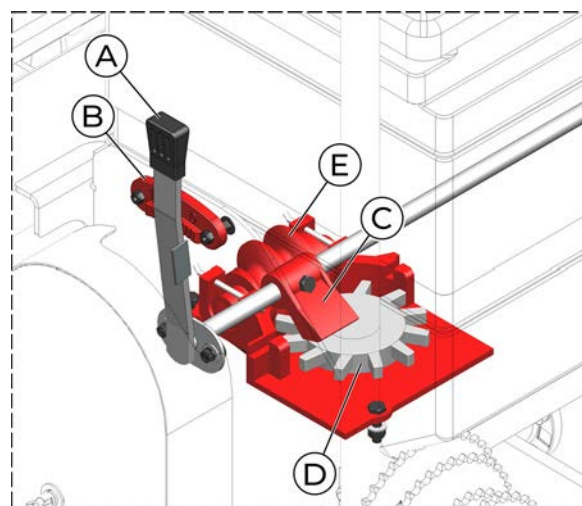

Fig. 8
2. Posicione a alavanca reguladora (A) (fig. 8) na posição neutra da escala (B).
3. Pressione o regulador (C) com uma das mãos e com a outra, fixe-o por meio do parafuso (F). Faça isto em todas as linhas que estiverem equipadas com acionadores sem-fim (E), a fim de que todos os reguladores fiquem com a mesma altura em relação ao rotor (D).
4. Coloque a alavanca (A) na posição “0” da escala (B).
5. Depois de calibrar os reguladores, desloque a alavanca (A) para a posição com a vazão desejada.